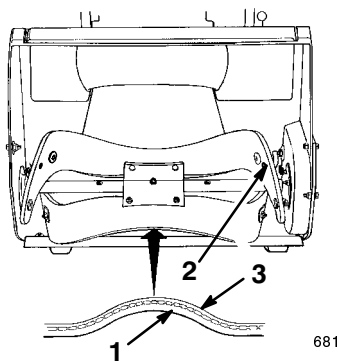

Bild 24
- Untersuchen Sie die Kante des neuen Rotorblatts auf einen Unterschied in der Schichtstärke (Bild 24). Einige Rotorblätter tragen auf der dicken Seite des Blatts eine Teil-Nr.
Montieren Sie die Rotorblätter mit der dicken Seite an der **Innenseite** der Kurve. (Bild 24). Wenn Sie die Blätter falsch einbauen, können diese unwuchtig sein und zum "Hüpfen" oder "Springen der Fräse führen."
- Sichern Sie das Rotorblatt mit zwei Sechskantschrauben, zwei Distanzstücken und zwei Sicherungsmuttern an den Rotorhälften. Dabei müssen sich die Schraubenköpfe an der dicken Seite des Blatts befinden (Bild 24).
- Biegen Sie das Rotorblatt und sichern es mit den restlichen Torx-Schrauben und Sicherungsmuttern ab, wobei Sie die Schraubenköpfe an der dicken Seite des Blatts positionieren (Bild 24).